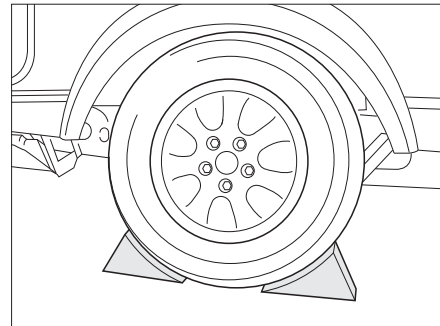

Fig. 162 Bloccare il veicolo
- Sistemare in corrispondenza della ruota di fronte i cunei fermaruota o oggetti simili in modo da bloccare il veicolo (Fig. 162).